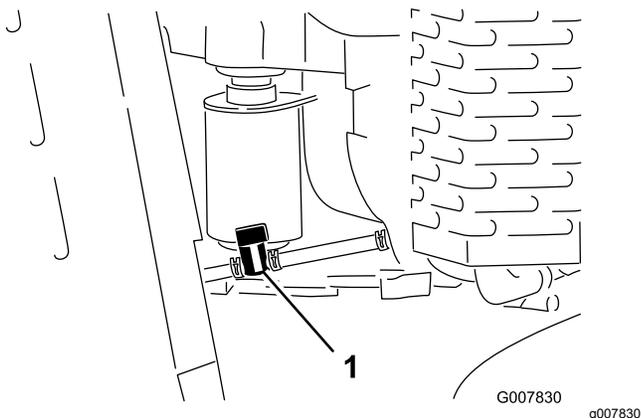

Figura 38
3. Rode a válvula de bloqueio de combustível para a posição fechada (Figura 38).
4. Aperte as extremidades da braçadeira de tubos no lado do motor da válvula em simultâneo e afaste o tubo do combustível da válvula (Figura 38).
5. Puxe o tubo do combustível da válvula (Figura 38).
3. Rode a válvula de bloqueio de combustível para a posição Closed (fechada) (Figura 38).
7. Rode a válvula de bloqueio de combustível para a posição Open (aberta) (Figura 38).